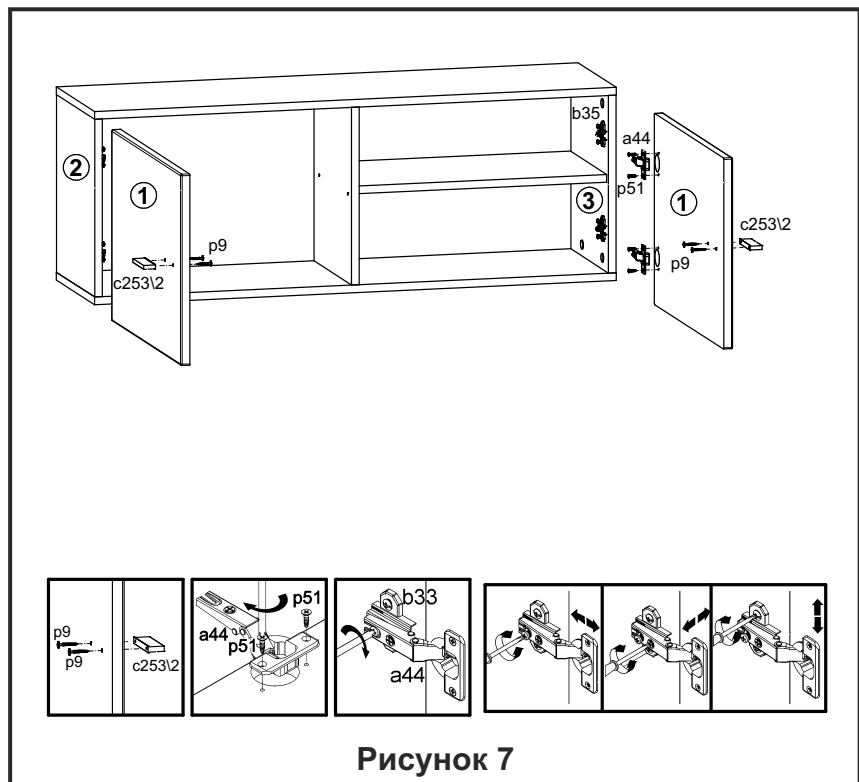

Рисунок 7
18. Положить двери 1 фасадной поверхностью вниз на ровную поверхность и закрепить на них петли шарнирные a44 шурупами p51 (см.рис. 7).
19. Навесить двери 1 на корпус шкафа, совместив петли шарнирные a44 с направляющими петель b35. При необходимости отрегулировать положение дверей вращая регулировочные винты (см.рис. 7).
20. На внутренней поверхности дверей 1 в отверстия $\varnothing 5$ мм вставить шурупы p9. Снаружи совместить отверстия ручки c25312 с резьбой шурупов и завернуть шурупы p9, удерживая ручку (см. рис. 7).